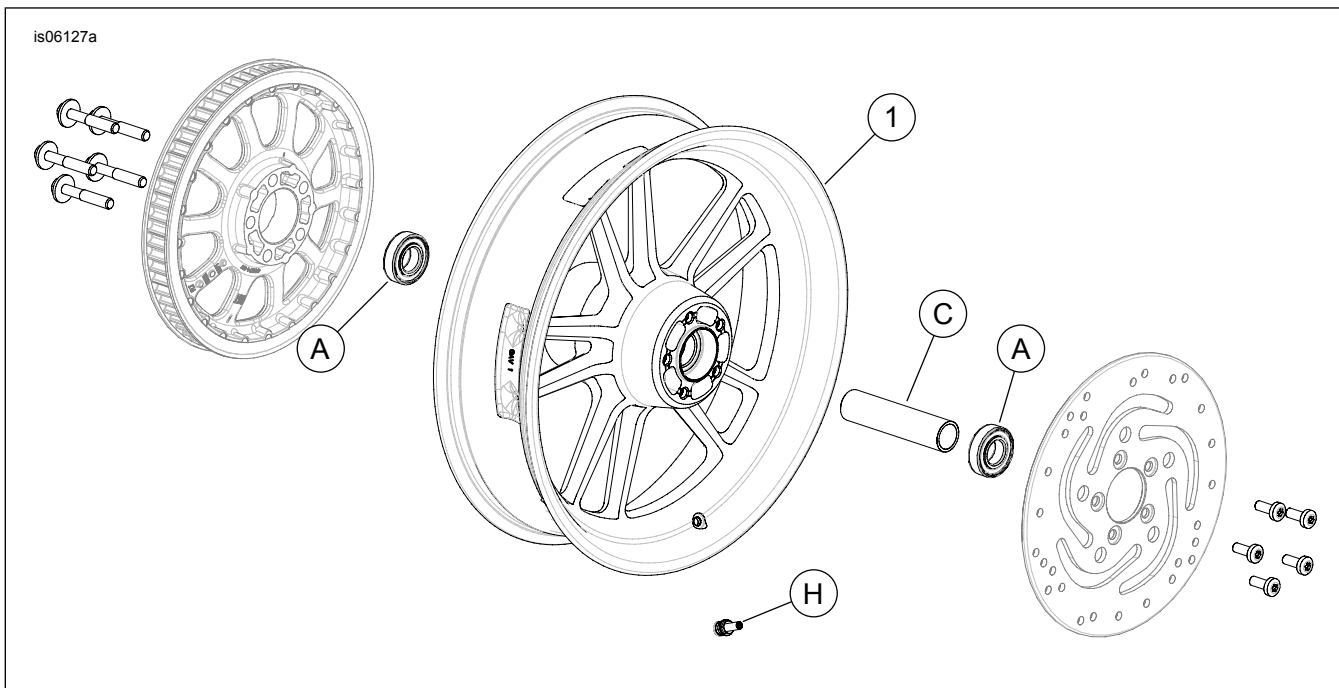

Figure 1. Pièces détachées : Roue arrière Switchblade (roue de 17 pouces illustrée)
Voir Figure 1 et les tableaux des pièces détachées.
2. Voir Figure 1. Installer l'ensemble de tige de soupape (H) sur la roue. Voir le manuel d'entretien.